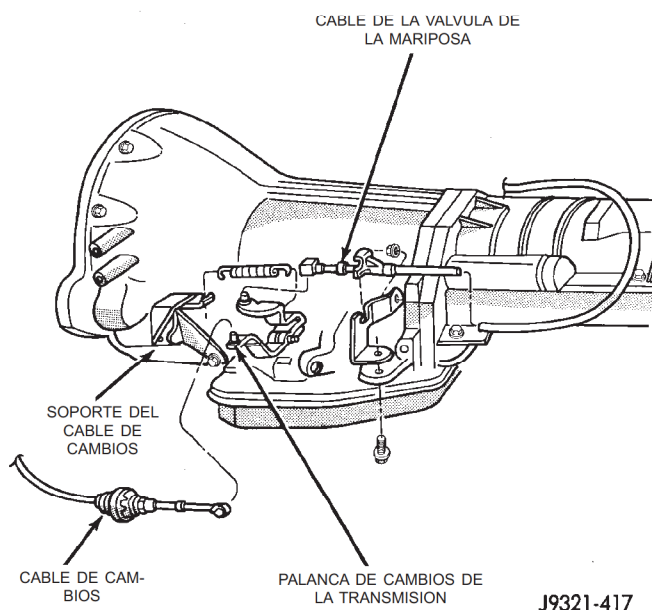

Fig. 178 Fijación del cable de cambios de la transmisión —Característico
- (1) Coloque la transmisión en posición PARK.
- (2) Eleve el vehículo.
- (3) Desenganche la abrazadera del ajustador del cable (en el extremo del cable de la transmisión) para liberar el cable.
- (4) Desenganche el cable del soporte del cable de la transmisión. (Fig. 178).
- (5) Deslice el ojal del cable y extraígallo de la palanca de cambios de la transmisión.
- (6) Verifique que la palanca de cambios de la transmisión esté en el detenedor de la posición PARK desplazando la palanca totalmente hacia atrás. La posición de PARK es la última del detenedor hacia atrás.
- (7) Verifique el acoplamiento positivo del seguro de estacionamiento de la transmisión intentando girar el eje propulsor. El eje no girará si el seguro de estacionamiento está acoplado.
- (8) Deslice el ojal del cable en la palanca de cambios de la transmisión.
- (9) Calce a presión el ajustador del cable de cambios en el soporte de instalación, situado en la transmisión.
- (10) Bloquee el cable de cambios oprimiendo la abrazadera del ajustador del cable hacia abajo hasta que calce a presión en su sitio.
- (11) Baje el vehículo y verifique el arranque del motor. El motor debe arrancar únicamente en las posiciones PARK y NEUTRAL.